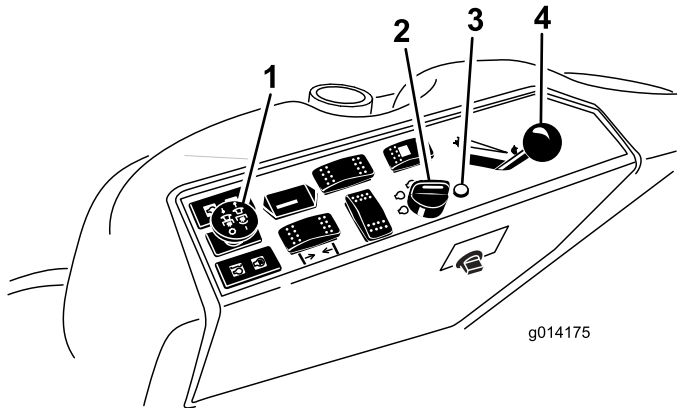

图 21
- 将动力输出PTO开关移至关闭位置 图 21。
- 将油门杆移至快速与慢速的中间位置 图 21。